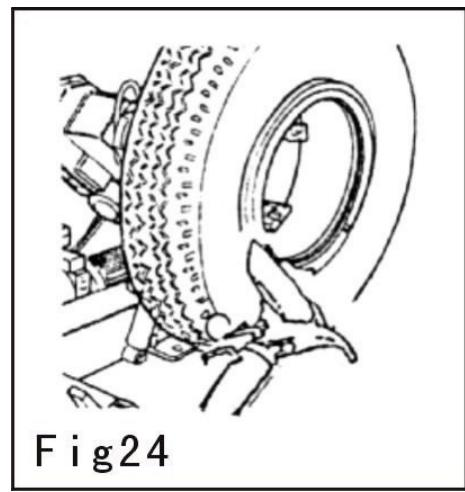

Fig 24
- 4) Déplacer le porte-outil vers l'extérieur et le disque vers la roue et s'appuyer contre la jante. Faites tourner l'arbre principal et avancez entre-temps le disque pour faire entrer toute la jante dans le pneu. Placez l'anneau ouvert sur le bord de la roue et installez l'anneau à l'aide du disque décolleur **Fig 24**.